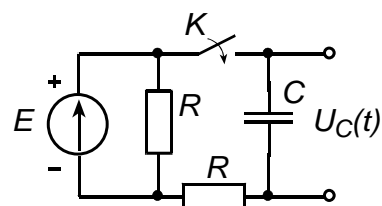

Рис. 3
10. В схеме (рис. 3) при нулевых начальных условиях определить закон изменения напряжения на конденсаторе после замыкания ключа K .